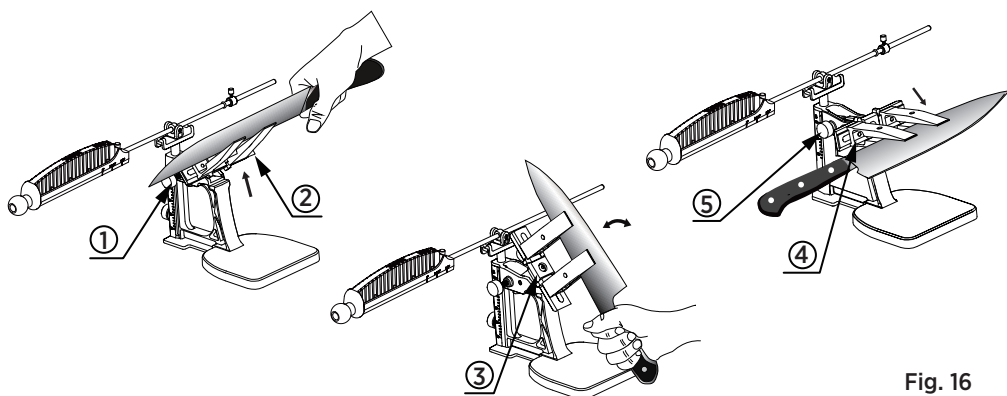

Fig. 16
3. Kontynuuj ostrzenie, aż wyczujesz zadziór (burr) wzdłuż całej krawędzi po przeciwnej stronie ostrza. Poluzuj pokrętło obrotu, podnieś belkę obrotową i ostrożnie obróć ją o 180°, aby przejść na drugą stronę ostrza. Podczas tego kroku trzymaj rękojeść noża, aby uzyskać lepszą kontrolę. (Patrz Fig. 16). Po zakończeniu regulacji dokręć pokrętło obrotu.